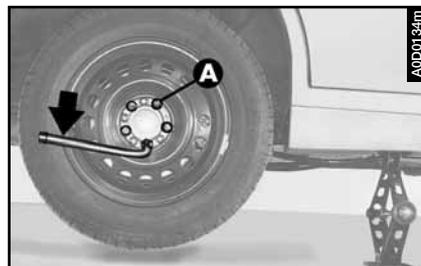

fig. 9
– Dévisser complètement les boulons de fixation (**A-fig. 9**) et enlever la roue.